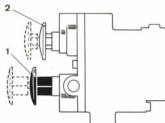

Fig. 11.12. - Desfrenado para marcha normal
- **Desfrenado para marcha normal** (fig. 11.12). — Estando el botón rojo (2) hacia fuera y el botón negro también hacia fuera, está abierta la válvula que comunica el circuito de aire del depósito de servicio con las cámaras de freno a las que llega el aire por el orificio «SPRING BRAKE» de dichas cámaras, desfrenando las zapatas. Este aire alimenta también a un depósito de reserva.